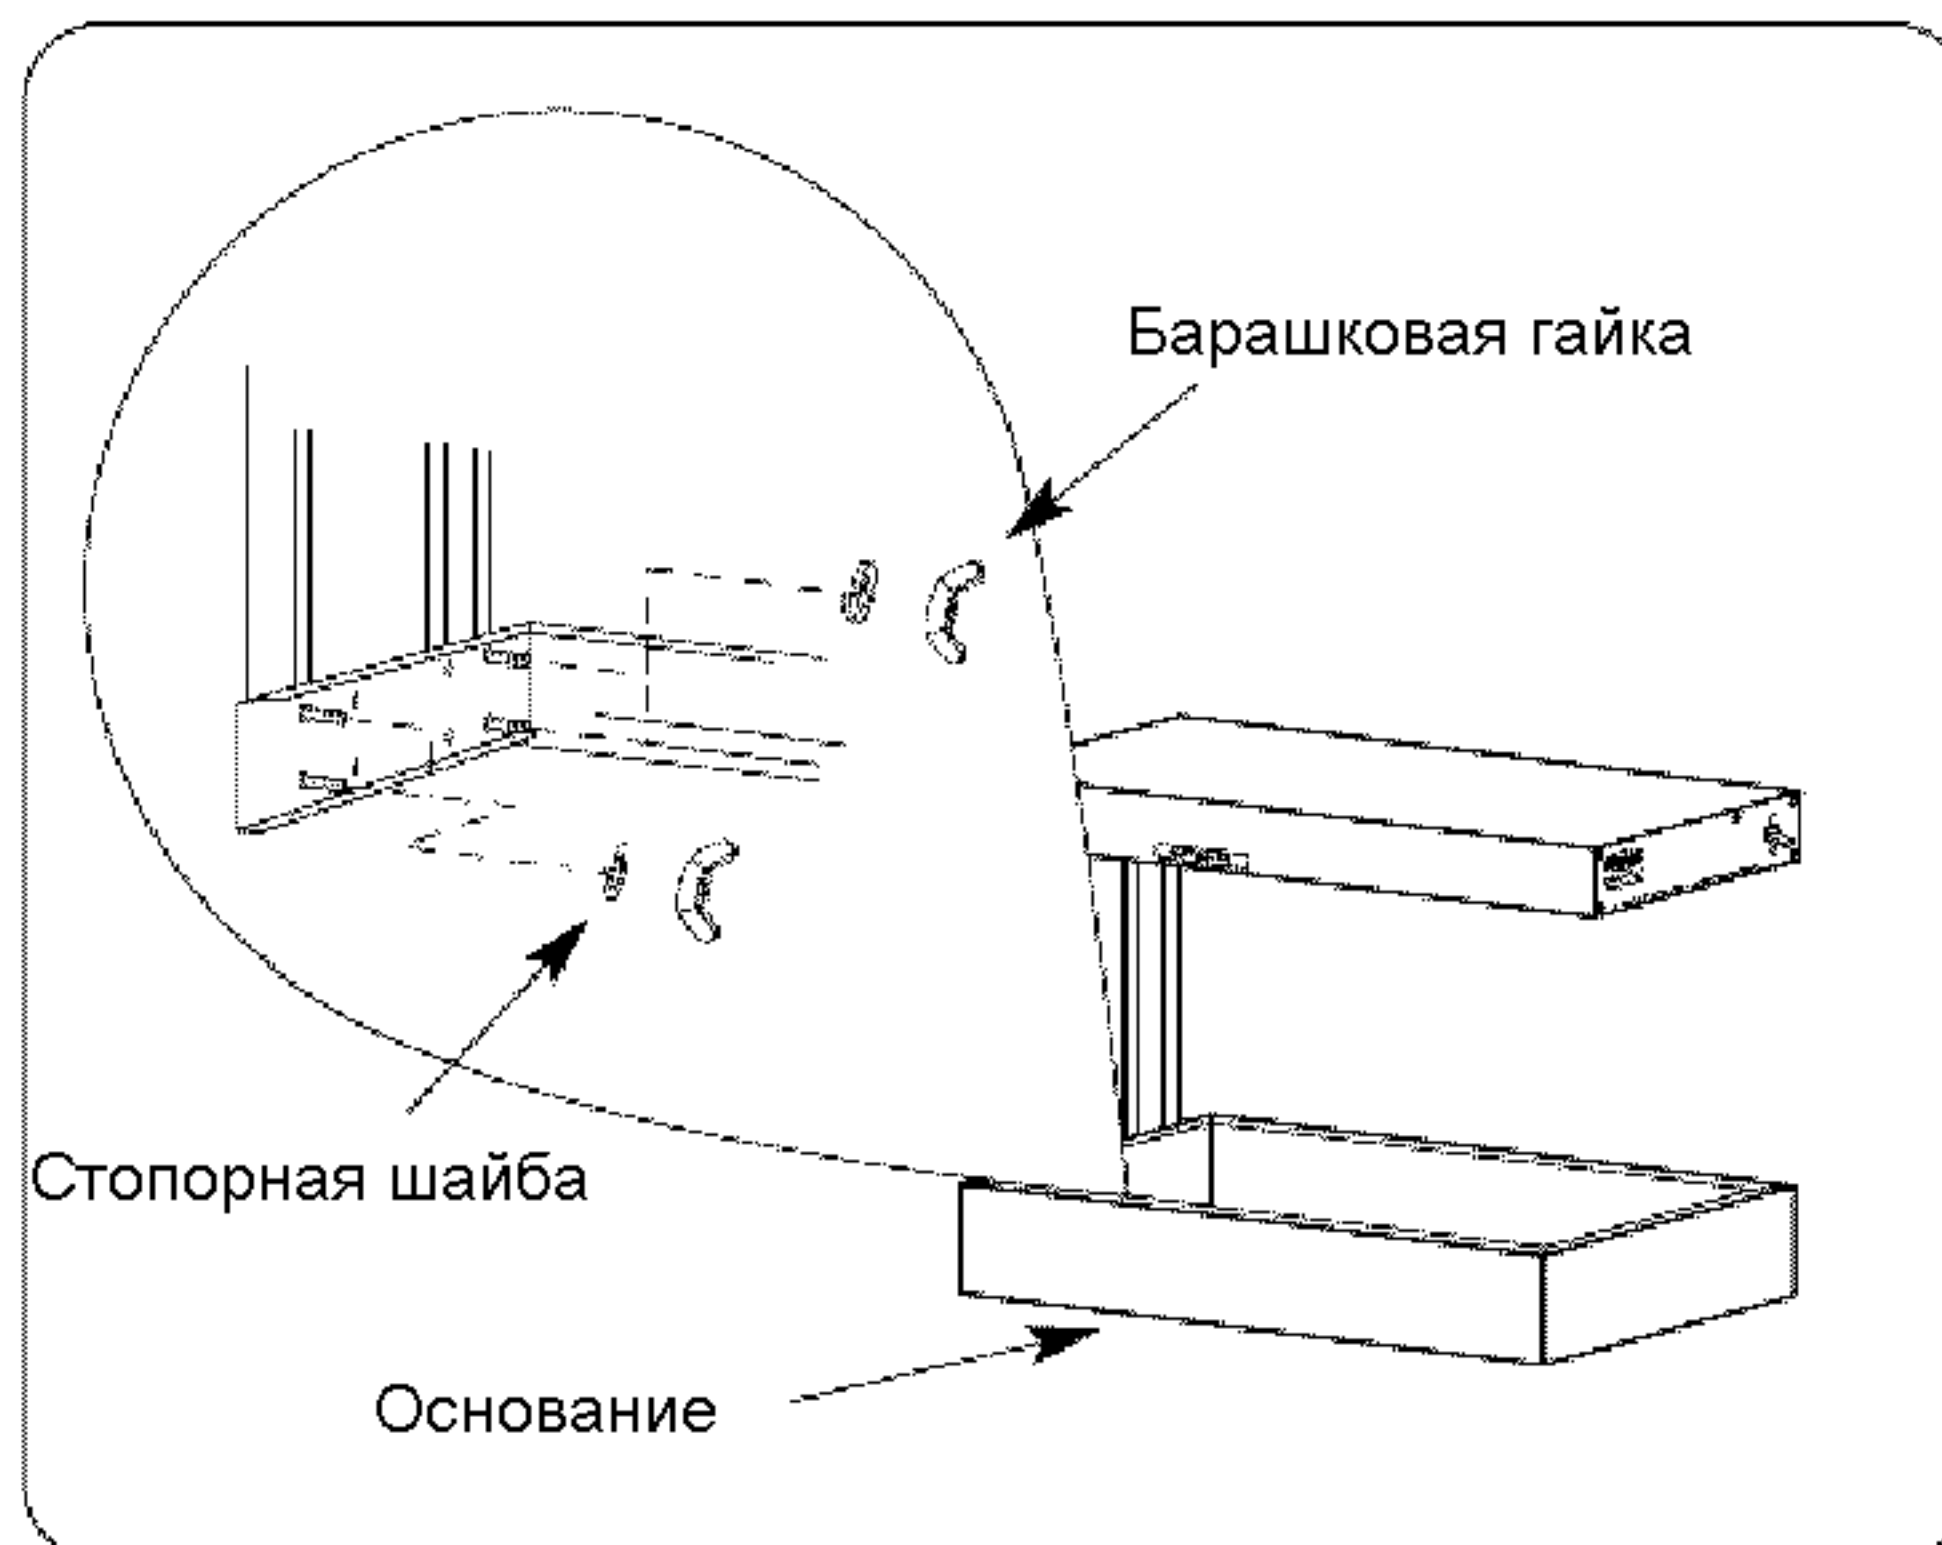

Рис. 14. Сборка верхнего корпуса с опорными консолями и основания
- д) Прикрепите верхний узел к основанию с помощью стопорных шайб и барашковых гаек. (См. рис. 14.)